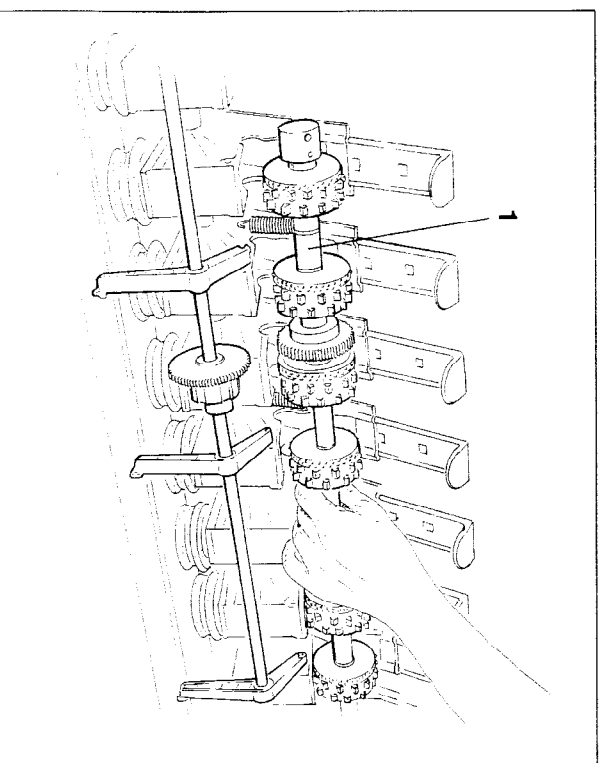

Fig. 7.24
- Retirez hors des carters de distribution, l'arbre de distribution (fig. 7.24/1) avec les roues distributrices.
- Introduisez dans les carters de distribution l'arbre de distribution (fig. 7.24/1) garni avec les nouvelles roues distributrices.